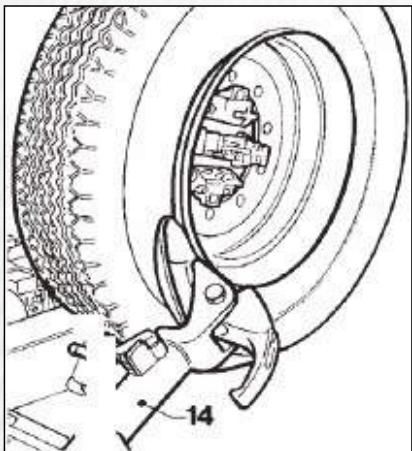
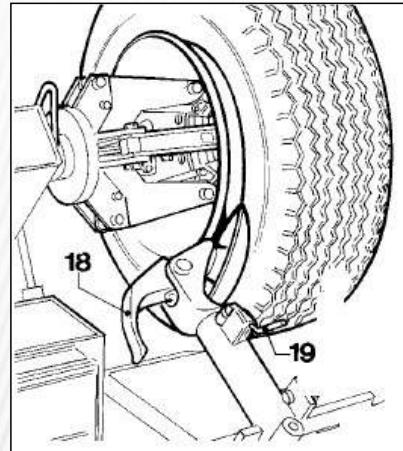

Рисунок 14
Рисунок 15
- 3) Установите кронштейн съемного рычага покрышки 14 (рис. 14) в рабочее положение и дайте ему зафиксироваться.
- 4) При помощи переносного блока управления маневрируйте колесом до тех пор, пока внешняя часть обода не появится из-за диска (рис. 14).
- 7) Отведите кронштейн съемного рычага покрышки 14 (рис. 14) в сторону и установите его в не рабочее положение, откав его установочную рукоятку, затем переведите его во второе рабочее положение (рис. 15).
8) Нажмите на рукоятку установки съемного рычага 19 (рис. 15) и поверните головку рукоятки на 180°, пока он автоматически не зафиксируется.
Примечание: Чтобы лапка 18 (рис. 15) не мешала, ее можно наклонить.